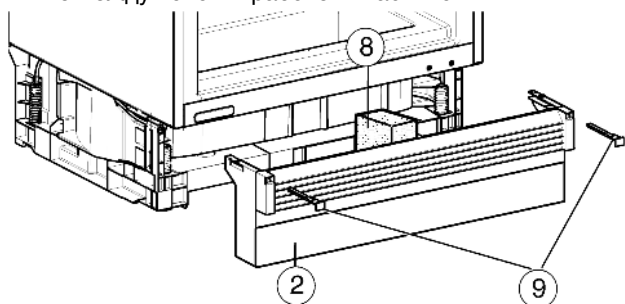

Fig. 13
- ▶ Вставить пенопласт Fig. 13 (8) - это важно для нормальной раздельной циркуляции потоков воздуха!
- ▶ Снова установите цокольную панель Fig. 13 (2).
- ▶ Если цокольную панель Fig. 13 (2) видно, потяните цокольную панель Fig. 13 (2) вперед настолько, пока передний край вентиляционной решетки не станет ровным с цокольной панелью мебели.
- ▶ Если цокольная панель Fig. 13 (2) скрыта, сдвиньте цокольную панель назад как можно дальше.
- ▶ Фиксирование цокольной заглушки: Вставьте фиксатор Fig. 13 (9), при этом придерживайте цокольную заглушку.